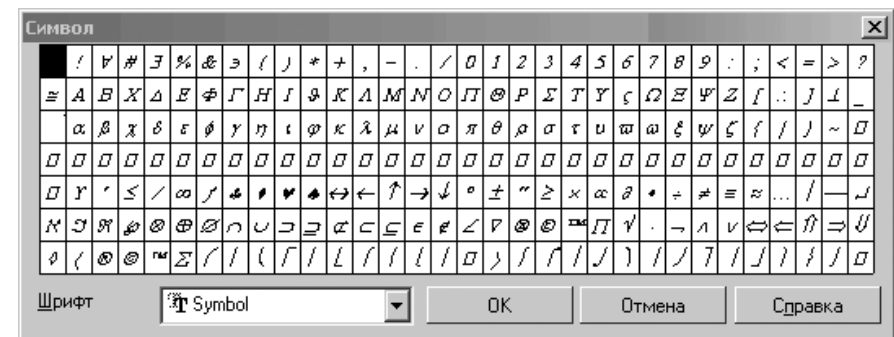

Рис. 5.98. Возможное состояние диалогового окна **Символ**
- щелкните в шрифте **Symbol** по нужному символу. Возможное состояние диалогового окна **Символ** показано на рис. 5.98.